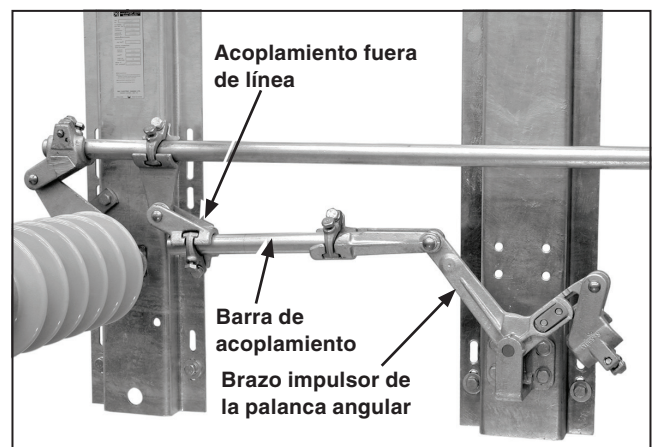

Figura 6. Típica configuración de chumacera fuera de línea, montada verticalmente entre los polos del interruptor.
PASO 4. Si un ensamble de la palanca angular es montado entre los polos del interruptor, la palanca angular será conectada al tubo de interfaz por una sección del tubo de la barra de acoplamiento y un cople excéntrico. Enganche un extremo de la sección del tubo de la barra de acoplamiento al brazo de accionamiento de la palanca angular. Después, enganche el cople fuera de línea especificado al otro extremo de la sección del tubo de la barra de acoplamiento. Ver Figura 6.